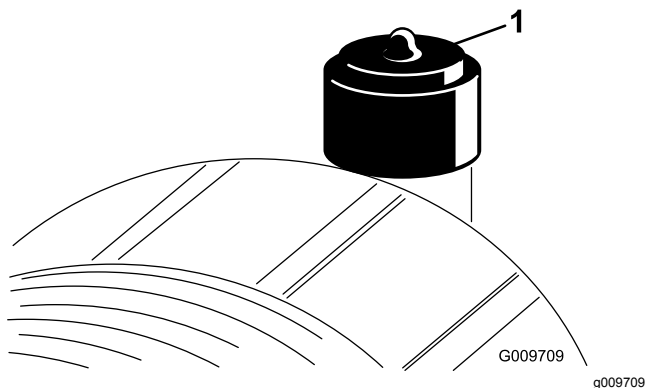

Figura 72
Revise el filtro del limpiador de aire únicamente cuando el indicador de mantenimiento (Figura 72) lo requiera. El cambiar el filtro antes de que sea necesario sólo aumenta la posibilidad de que entre suciedad en el motor al retirar el filtro.
9. Reinicie el indicador (Figura 72) si se ve rojo.